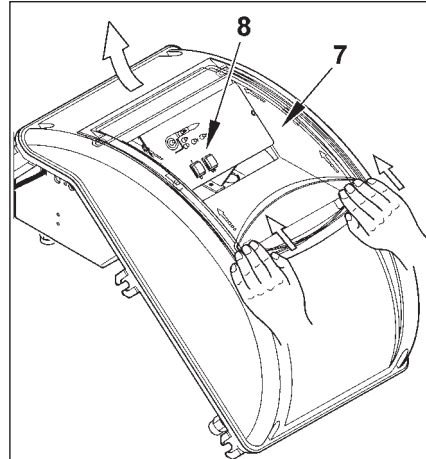

Fig. 4
- 4) 合上盖板，采用5Nm的力矩紧固4个螺丝(1)以保证良好密封。如果要接触控制面板(8)，如图4所示，沿箭头指示方向轻轻移开透明罩(7)，使其与盖板分离并将其取下。